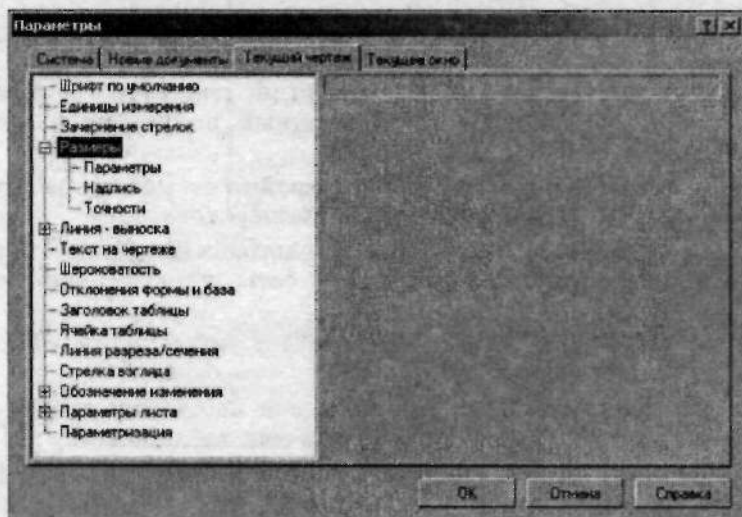

Рис. 1.35. Список настроек размеров
- **Зачернение стрелок.** Этой настройкой вы можете задать, зачернять стрелки или нет (рис. 1.35);